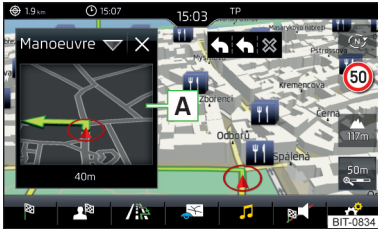

Abb. 156
Das Infotainment bietet die Möglichkeit an, im Zusatzfenster **Position** » **Abb. 156** auf Seite 146 die folgenden Informationen zur aktuellen geografischen Fahrzeugposition sowie zum Satellitensignal anzuzeigen.
- Zur **Auswahl des Inhalts** des Zusatzfensters **A** » Abb. 156 die Funktionsfläche antippen und kontextabhängig eines der folgenden Menüs wählen.